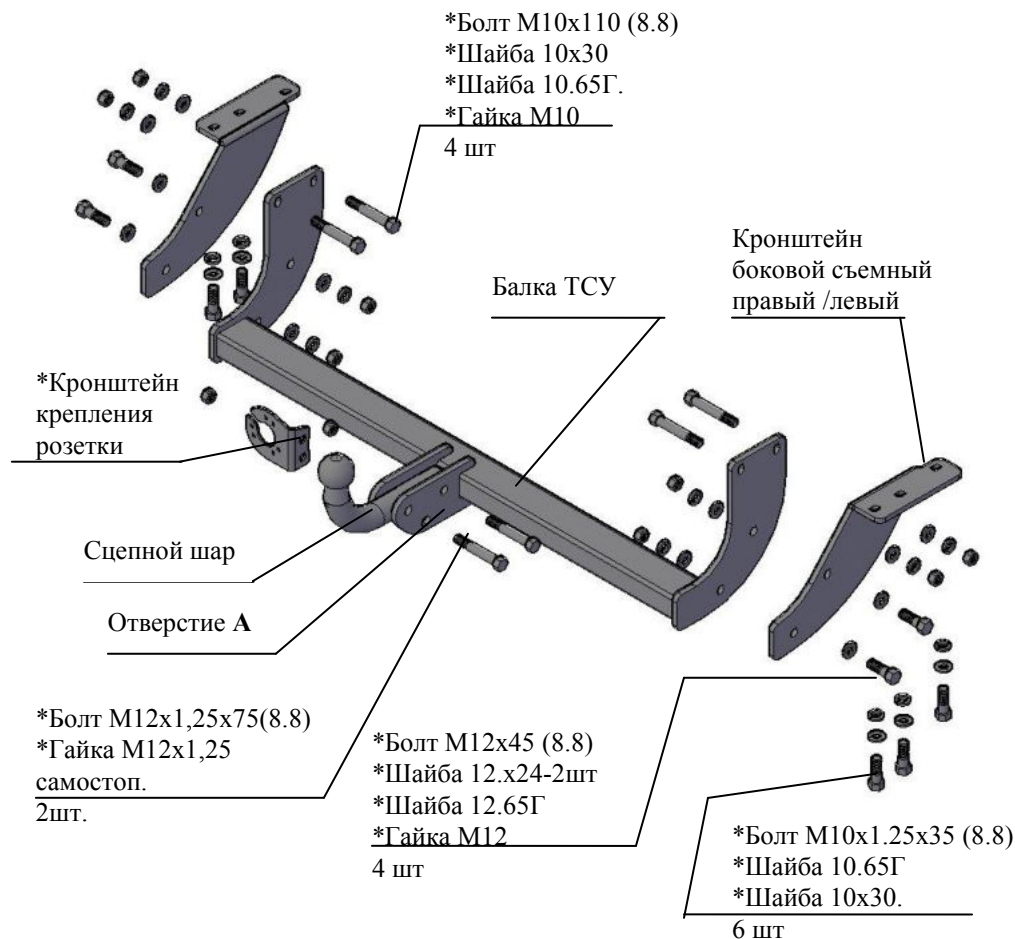

Рис.1 Тягово-сцепное устройство 7160
2.1 ТСУ 7160 в сборе (рис.1)	1 шт.
2.2 Пакет с комплектующими (см. рис.1)	1 шт.
4.3 Закрепить съемные боковые кронштейны (правый и левый соответственно рис.1) к нижним полкам лонжеронов болтами М10х1.25х35